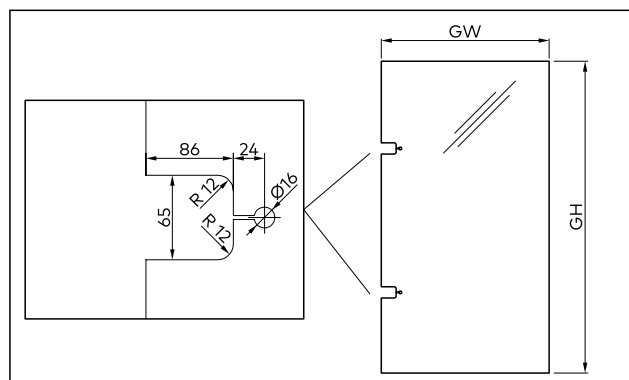

Fig. 7 Lavorazioni in vetro
2. Verificare le misure delle lavorazioni in vetro (Fig. 7).